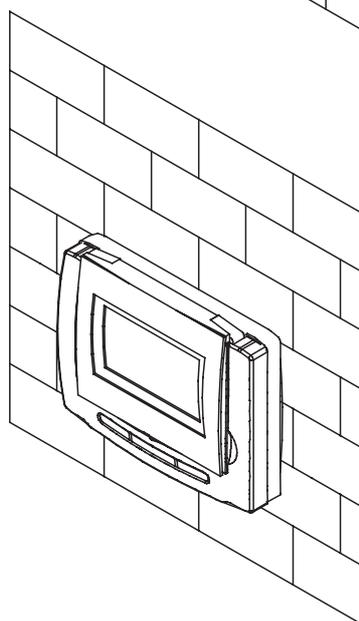

Fig. 4
- montare il comando sul semiguscio posteriore (vedi fig. 4).